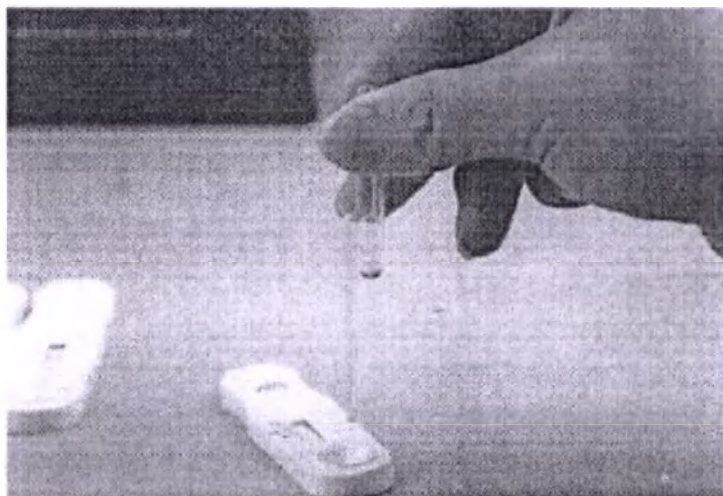

Рис. 1 Нанесение образца
4. При помощи пипетки для переноса образца перенесите его (80 мкл ± 12 мкл) в лунку для образца (как показано на рис. 1).